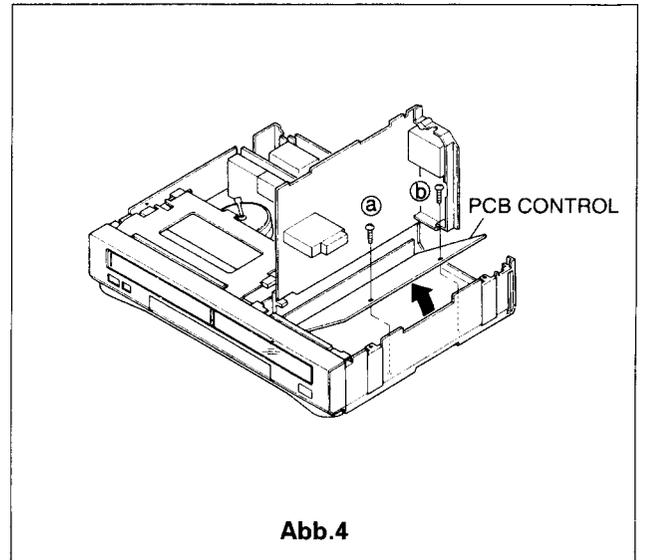

Abb.4
- c. Entfernen Sie die 2 Schrauben (a) und (b) die die Kontrollplatten befestigen wie in Abb.4.